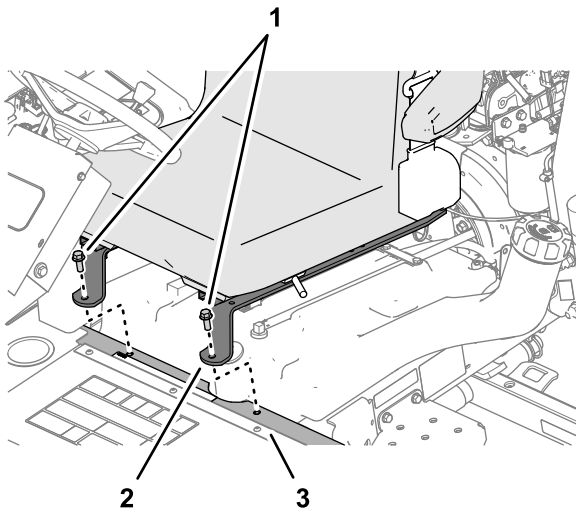

Figura 3
2. Retire los 2 tornillos de caperuza con arandela prensada que fijan las pletinas del asiento a la base del soporte (Figura 3).